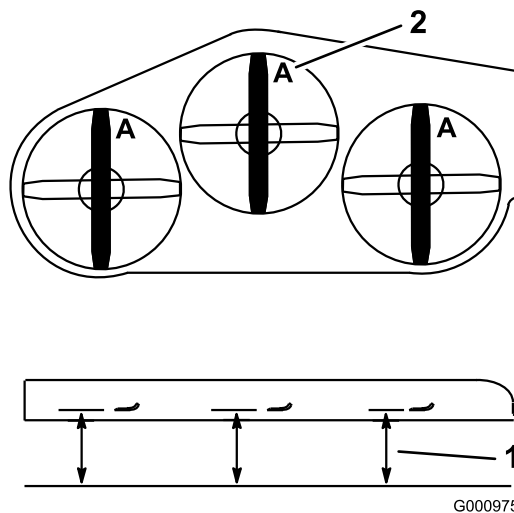

Figure 86
2. Mesurez la distance entre la surface plane et le tranchant (position A) des lames (Figure 86).